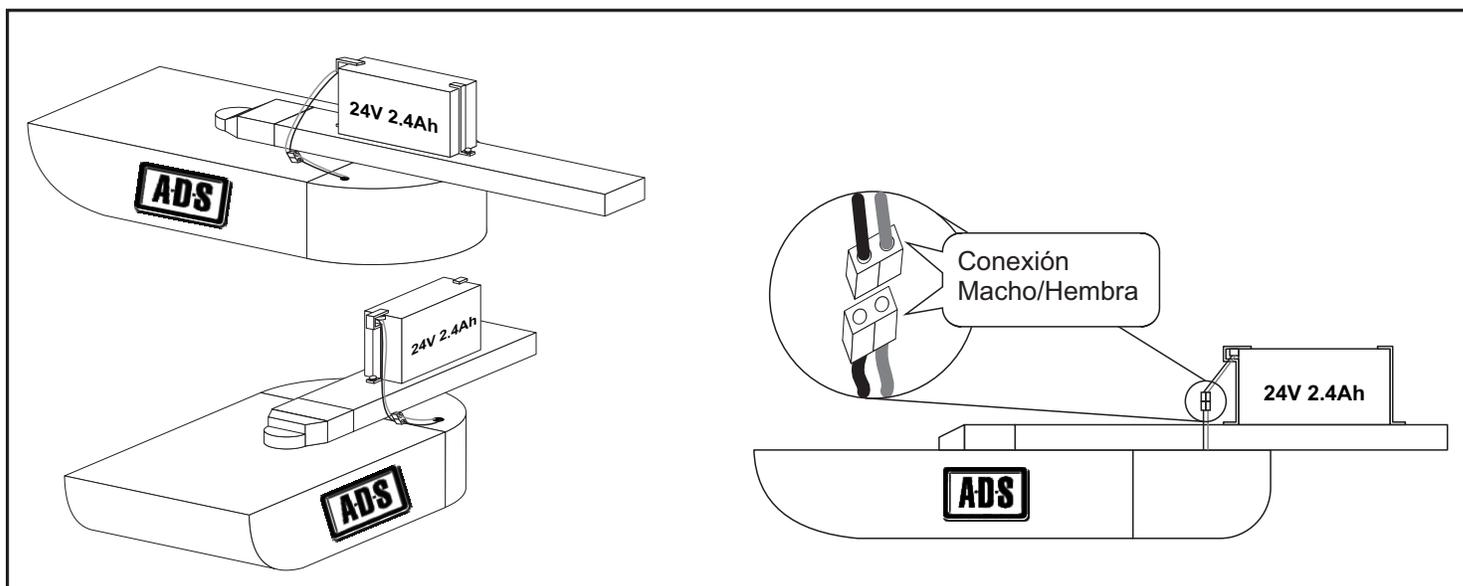

Fig.24
### Posicionamiento (Fig. 24).
- Fijar la Batería al Riel del operador Residencial como se muestra en la imagen (Fig.24).